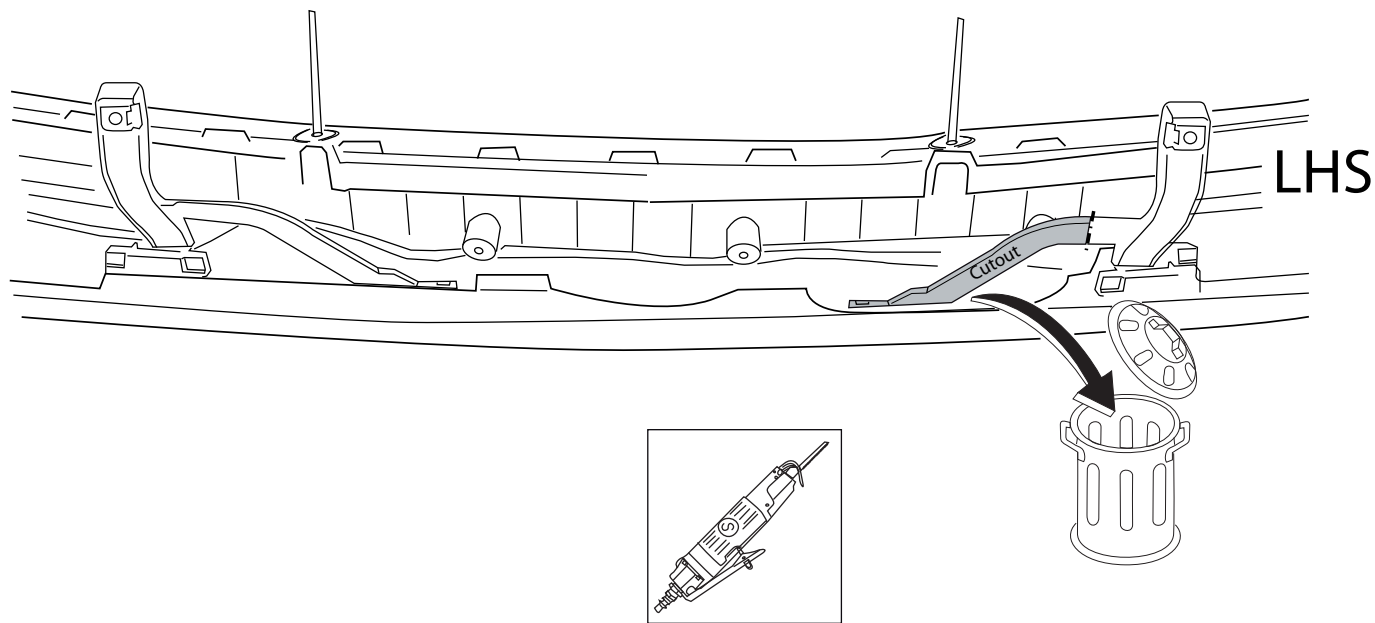

Fig.3
9. Выпилить обозначенную часть, как указано на рис. 3. (**facelift нет выреза**).